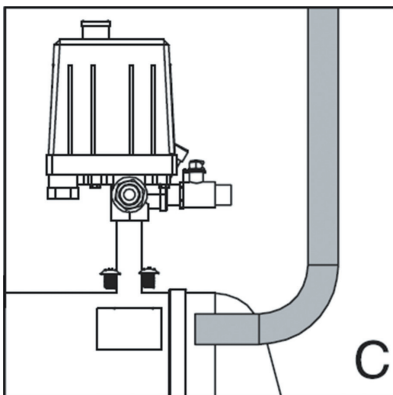

Рис. 10
4. Установите на компрессор ручку для перемещения (только для модели ACF 300-24S) (рис.10).